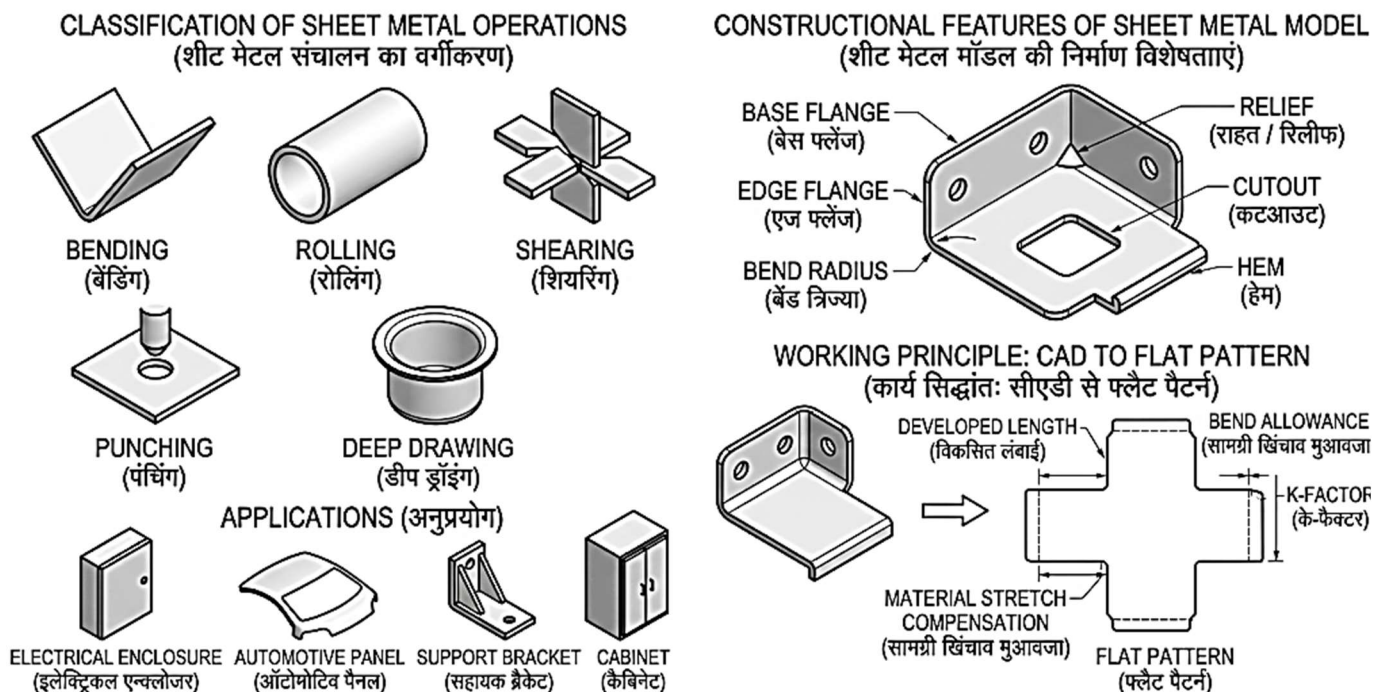

Fig. 3.6: Sheet Metal Design and Operations | शीट मेटल डिजाइन और संचालन
3.6.1 Introduction (Fig. 3.6)
3.6.1 परिचय (Fig. 3.6)